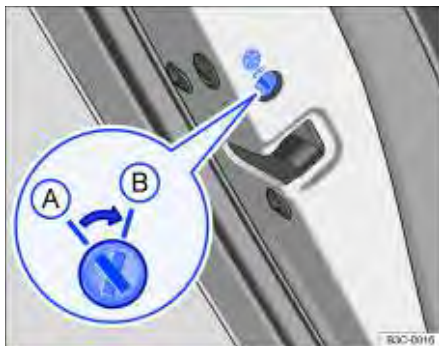

Fig. 60 Nas portas traseiras: trava de segurança para crianças (A) desacionada, (B) acionada.
- Introduzir a haste da chave na ranhura da trava de segurança para crianças para acionar ou desacionar ⇒ Fig. 60.
Posição da ranhura ⇒ Fig. 60: